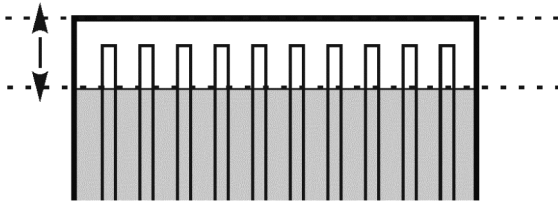

Abbildung 12
5.19. Füllen Sie den Heizkörper mit destilliertem Wasser, oder einer Mischung aus Wasser und Frostschutzmittel, bis zu 90% seines Volumens, oder ca. 8% unter seiner Höhe. **Abbildung 12**